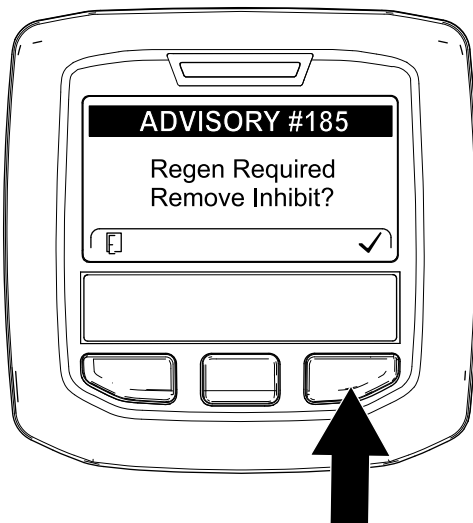

Figura 44
**Nota:** Si INHIBIT REGEN (Inhibir regeneración) está ajustado en ON (Activado), el InfoCenter muestra ADVISORY #185 (Aviso n.º 185) (Figura 44). Pulse el botón 3 para establecer el ajuste de inhibición de regeneración en OFF (Desactivado) y seguir con la regeneración de restablecimiento.